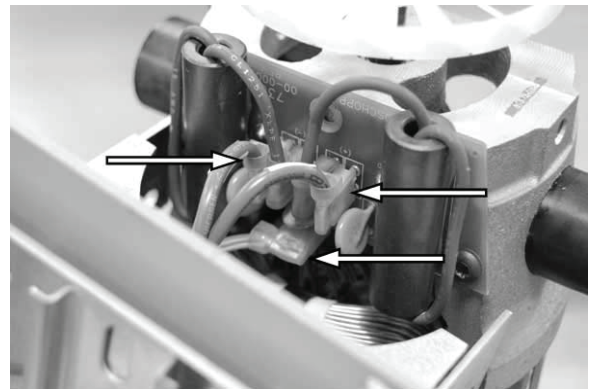

Figura 22.
4. Consulte la Figura 22. Desconecte los tres cables del motor.